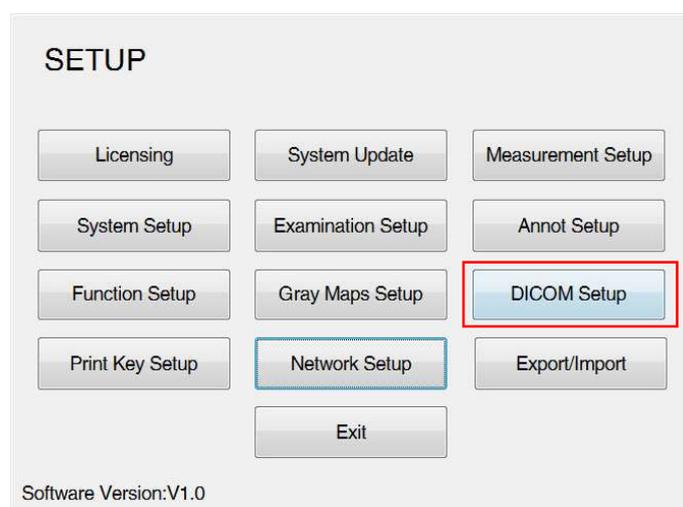

Fig. E-6 Tela principal do SETUP
- 1) **Pressione Setup** no painel de controle do sistema de ultrassom para abrir a tela principal **do SETUP**, como mostrado na Fig. E-6.